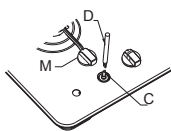

Abb. 7
- Die Einstellung ist wie folgt (Abb. 7): Zünden Sie den Brenner und drehen Sie den Knopf.